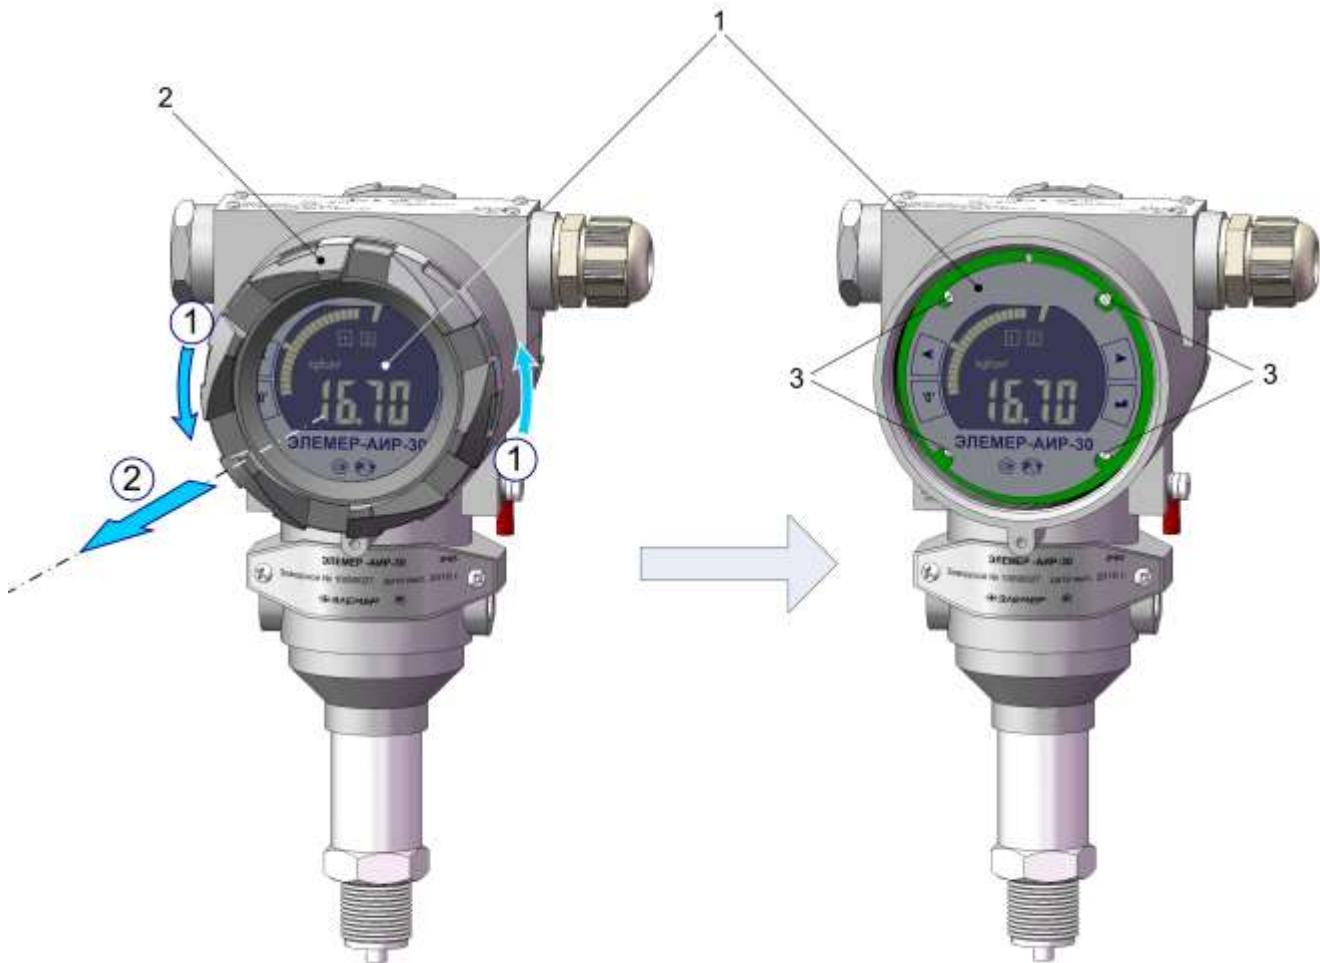

Рисунок 2.9
Для доступа к кнопкам, расположенным на панели индикатора АИР-30, необходимо отвинтить (в направлении стрелок 1) и убрать (стрелка 2) переднюю крышку 2 (см. рисунок 2.9).
- отвернуть переднюю крышку (см. рисунок 2.9);
- установить модуль индикации обратно, завернув крепежные винты 3 (см. рисунок 2.9).